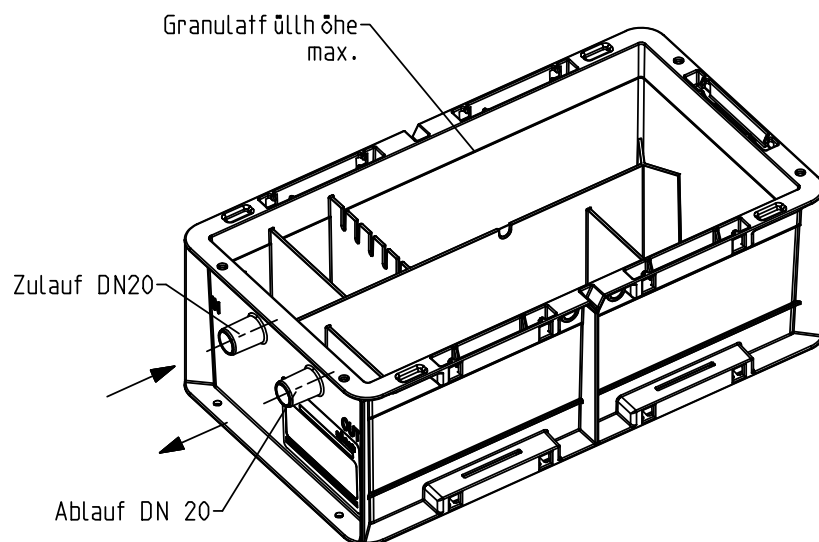

Abb. D-2: Granulatfüllhöhe N-14, N-70
- Neutralisationsgranulat lt. Abb. D-2, D-3, D-4, D-5 bzw. D-6 einfüllen.